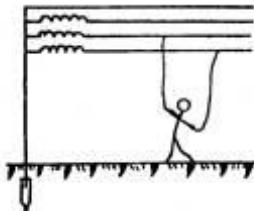

图 2-2 两相触电
2、中性点不接地 如图 2-2 (b) 所示，在电网中性点不接地系统中，当人体接触任一相导线时，接触相经人体流入地中的电流只能经另两相对地的电容阻抗构成闭合回路。在低压系统中，由于各相对地电容较小，相对地的绝缘电阻较大，故通过人体的电流会很小，对人体不至于造成触电伤害；若各相对地的绝缘不良，则人体触电的危险性会很大。在高压系统中，各相对地均有较大的电容。这样一来，流经人体的电容电流较大，造成对人体的危害也较大。
如图 2-2 所示，如果人体的不同部位同时分别接触一个电源的两根不同电位的裸露导线，电线上的电流就会通过人体从一根电流导线到另一根电线形成回路，使人触电，这种触电方式通常称被为两线触电，也称为两相触电。此时，人体处于线电压的作用下，所以，两相触电比单线触电危险性更大。